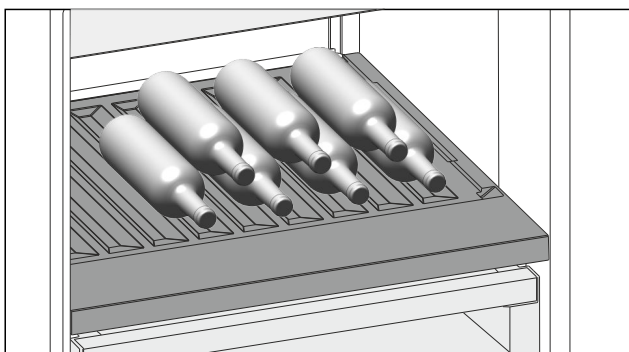

Fig. 126
- ▶ Steklenice vstavite z dnom proti zadnji steni aparata. (glejte Fig. 126)